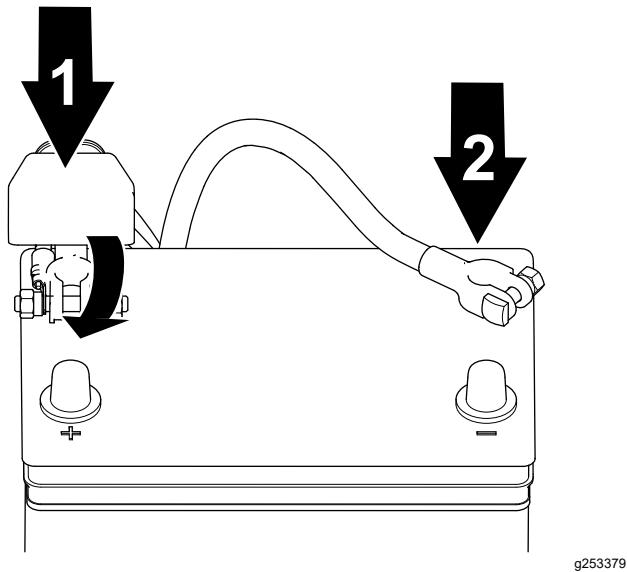

Bild 35
1. Schließen Sie das Pluskabel des Akkus an und ziehen Sie die Mutter der Akkuklemme an (Bild 35).
2. Schließen Sie das Minuskabel des Akkus an und ziehen Sie die Mutter der Akkuklemme an (Bild 35).